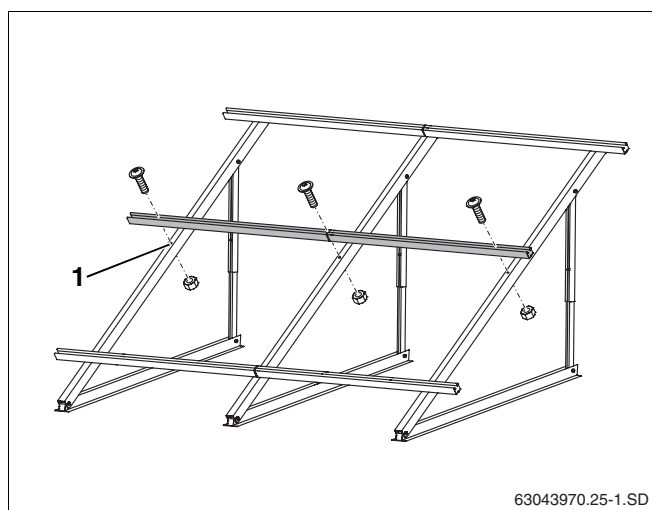

Fig. 35 Montarea șinei profilate suplimentare
- Se fixează șina profilată suplimentară după cum s-a descris în capitol 5.5.2 „Montarea șinelor profilate”, în gaura din mijloc a profilului (Fig. 35, **Poz. 1**).